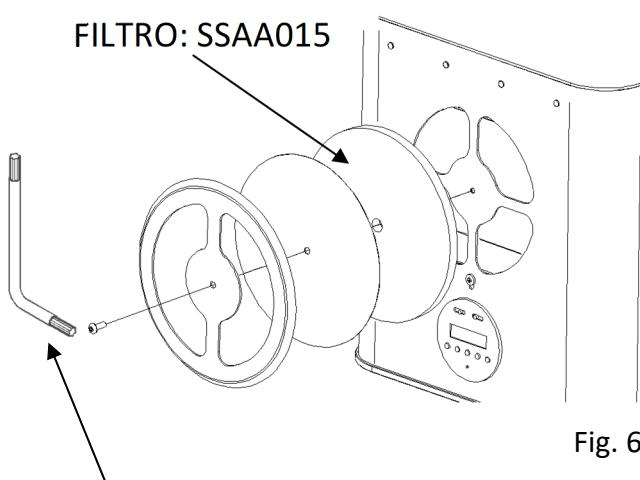

Fig. 6
- 2- Asportare la parte anteriore della bocchetta dove è alloggiato il filtro. ( Fig.6)
- 4- Ricollocare la parte anteriore della bocchetta nell'ordine mostrato in Fig.6